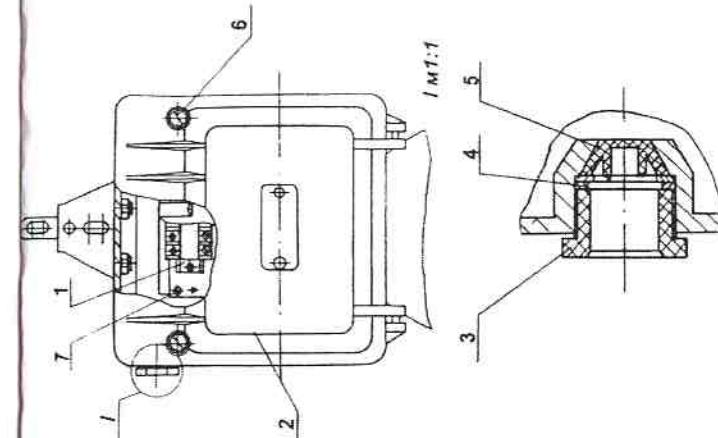

Рис.3
6.3 Для підключення світильників до електричної мережі необхідно (рис. 3):
6.3 Для подключения светильников к электрической сети необходимо (рис. 3):